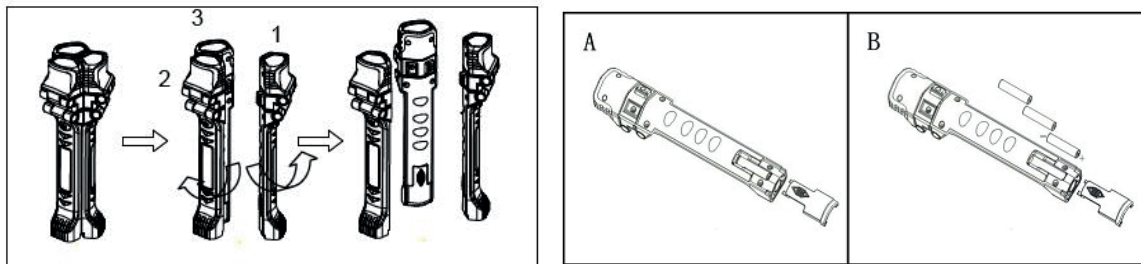

Fig. 1
1. Détacher les 3 torches LED en enlevant la torche 1 de la torche 2. Maintenir fermement les torches 1 et 2 ouvrir par effet de levier comme démontré sur le schéma Fig.1.